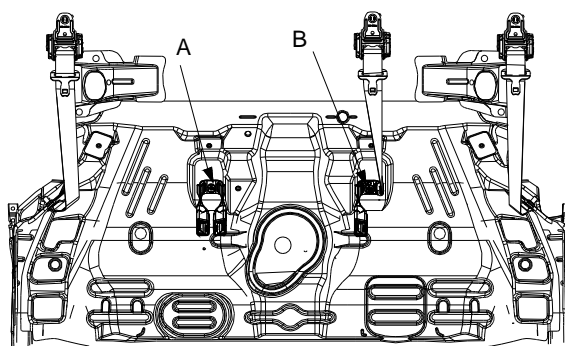

图 21-1-7
1、先参照座椅的拆卸方法将座椅的拆卸方法把后排座椅拆下来, 放到车外, 然后根据需要可以先拆卸后排中间带扣总成 A 和三点式安全带带扣侧 B。图 21-1-7